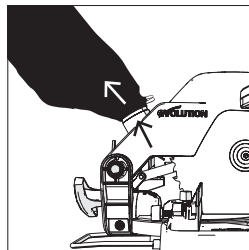

Fig. 31
- Deslize o saco do pó pela porta de extração do pó, e certifique-se de que a mola aperta firmemente a porta com o saco do pó (Fig. 31).